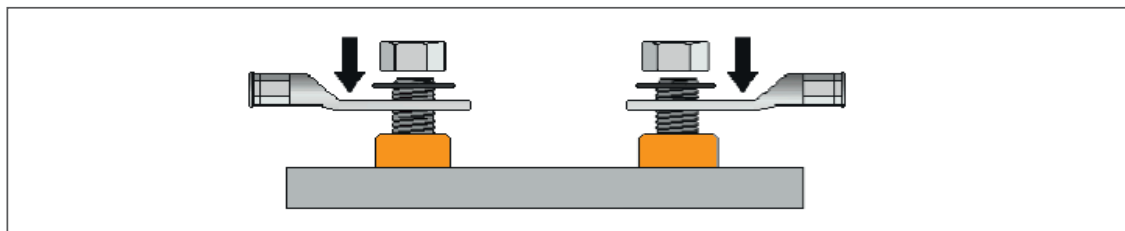

Abb. 5-12: HV SBM(L) evo, Abschirmung HV-/HV+, Ringkabelschuhe mit M6-Muttern befestigen
- ☞ Die Ringkabelschuhe wie in Abb. 5-12 dargestellt auf die Gewindebolzen aufsetzen.